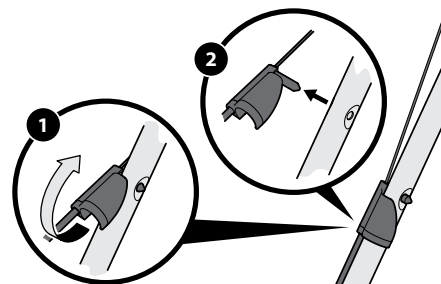

Figure 4-3
1. Faites pivoter le raccord du câble d'entraînement situé sur la poignée supérieure gauche vers le haut. Voir Figure 4-3.